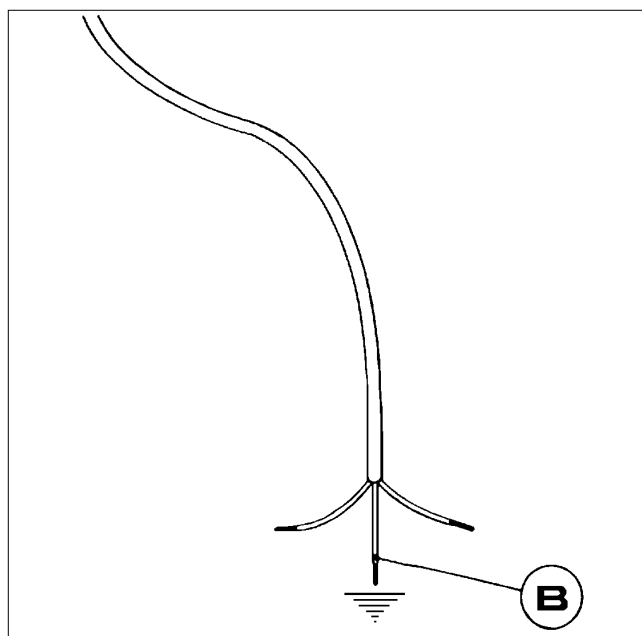

FIG. 20
*Nel caso di sostituzione del cavo di alimentazione, l'installatore dovrà tenere il conduttore di terra (B) più lungo (B) rispetto ai conduttori di fase (vedi fig. 20) ed inoltre dovrà rispettare le avvertenze indicate nel paragrafo 8.*